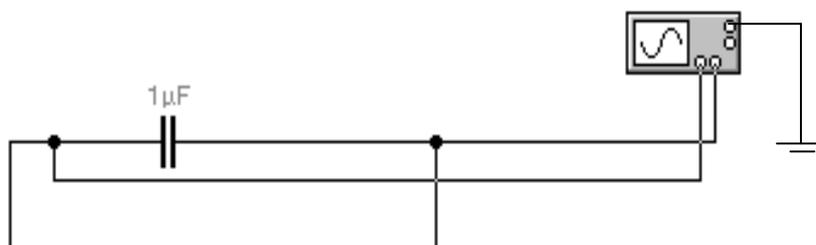

Fig.2
- 4- Refaire le même travail pour les filtres des figures : 2,3 et 4.
- 5- Refaire le même travail pour les montages des Figures 2, 3 et 4.